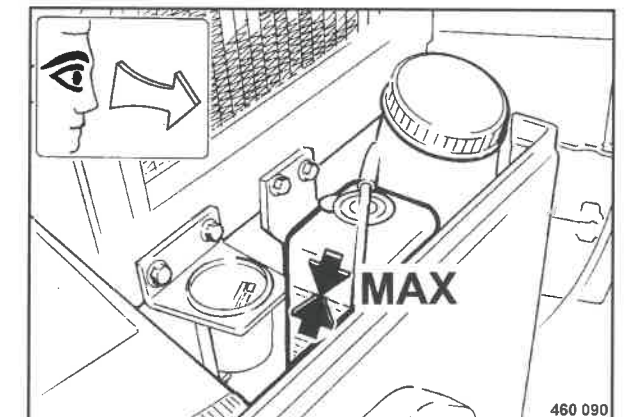

Fig. 91
- Controllare il livello del liquido di raffreddamento (Fig. 91).